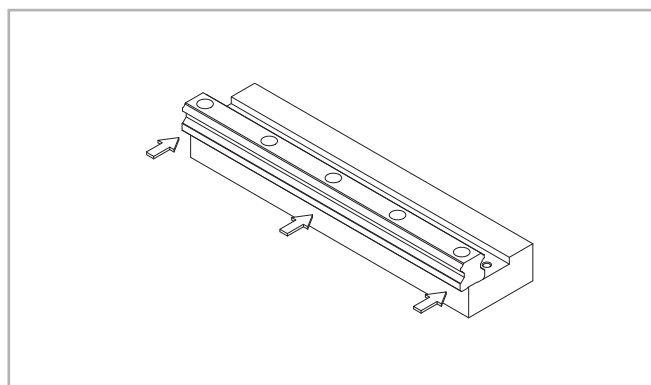

Fig. 56
(2) Posizionare con cura la guida sulla superficie di appoggio (vedere fig. 56) ed iniziare ad avvitare le viti di fissaggio fino a quando la guida tocchi la suddetta superficie.